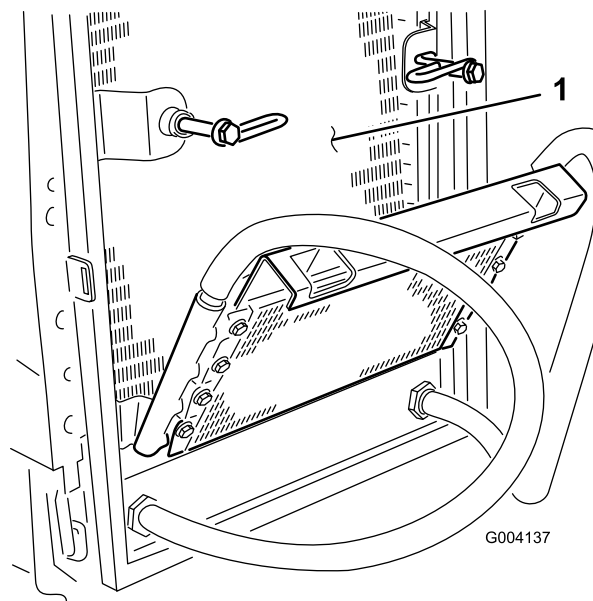

Figura 64
6. Limpe os dois lados do dispositivo de arrefecimento de óleo e o radiador (Figura 64) com ar comprimido.